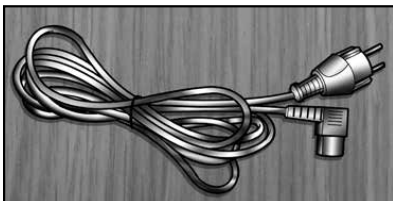

Abb. 4
- Nr. 1 Stromkabel (**Abb. 4**).